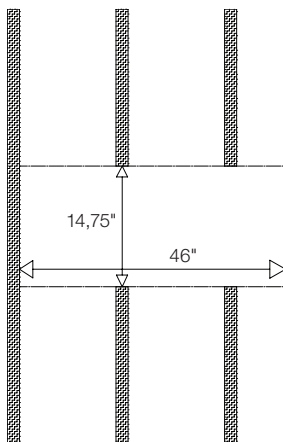

Figura 15
2. Corte completamente os suportes da parede de gesso que estiverem no espaço necessário para instalação da SCL-2 (Figura 15). **ANTES DE CORTAR, VERIFIQUE SE ESSES SUPORTES SÃO IMPORTANTES PARA O SUPORTE DA PAREDE.**